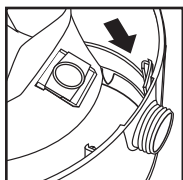

FIGURA 30
42. Deslice el deflector con la bolsa colectoras acoplada dentro de la guía del deflector. **FIGURA 30.**